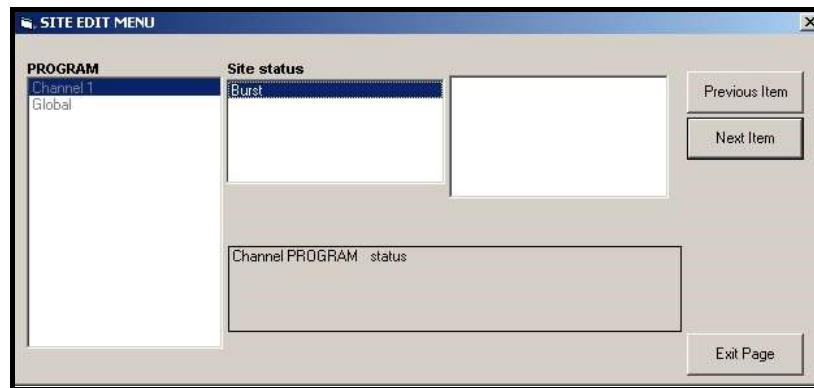

Figura 44: Opción de estado en el menú de canal
2. Resalte y haga doble clic en la opción Estado del panel central. La ventana será ahora similar a la *Figura 44*.